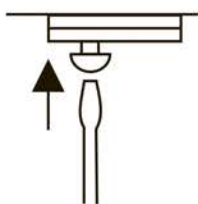
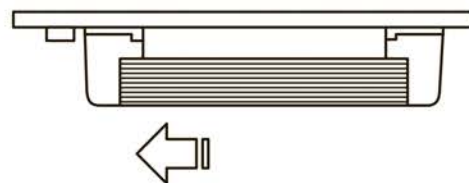

Рисунок 3
Рисунок 4
– закрепите винтом самонарезающим установочный элемент на монтажной поверхности (рисунок 3), надвиньте паз с одного конца светильника на установочный элемент (рисунок 4);